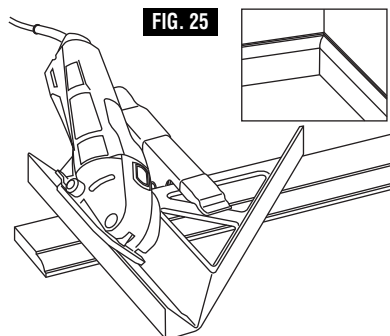

FIG. 25
2. Cortes en bisel de 45°: Mientras utiliza la rueda de corte al ras solamente, coloque la sierra en el riel de corte para completar el corte (Fig. 25).